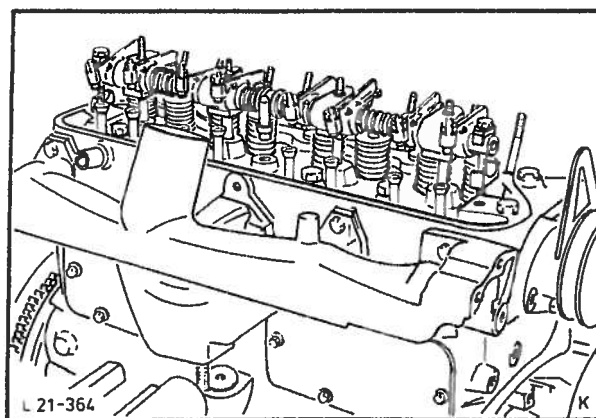

Fig. 109 Demontering av vippearmaksel.
11. Skru av toppdekslet (4 muttere) og skru forsiktig løs vippearmakselen (4 muttere, 2 bolter), fig. 109. Ta ut støtstengene.